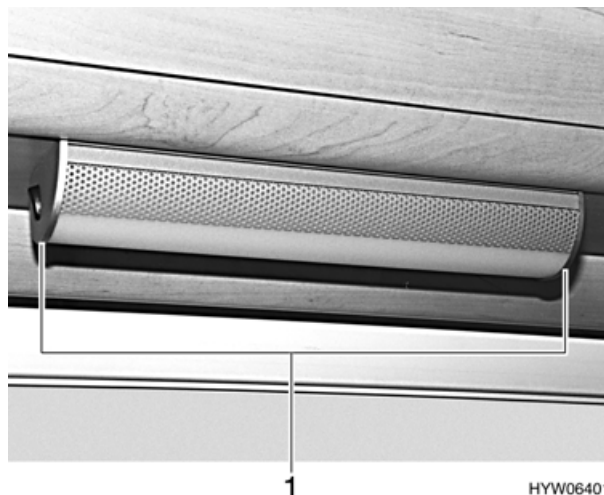

Fig. 95 Plafoniera del vano abitabile
- Premere leggermente verso l'esterno i diaframmi laterali (Fig. 95,1).